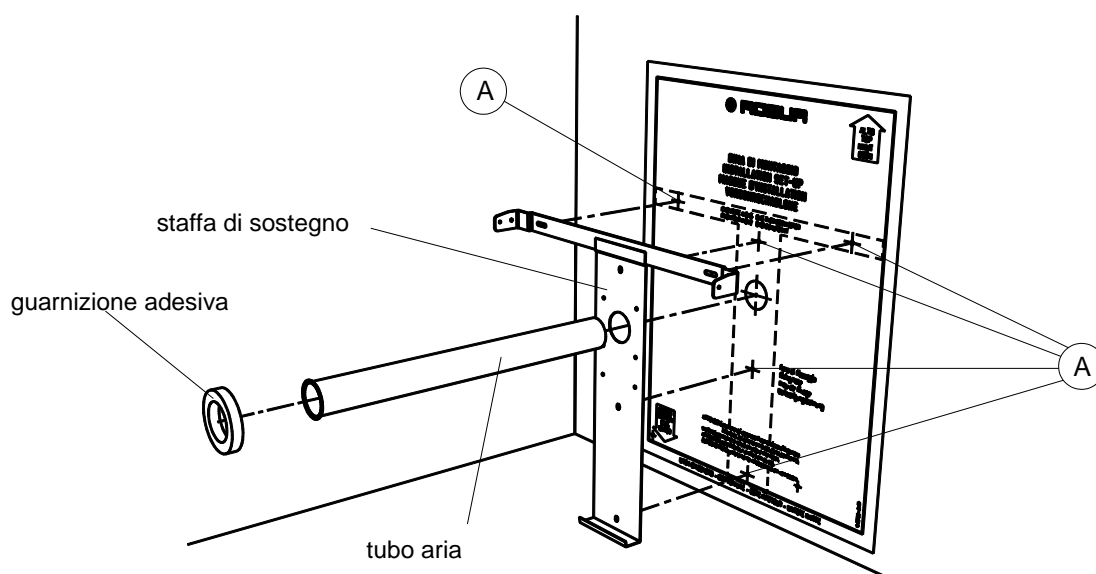

Figura 6 – Posizionamento squadra di sostegno e forature per i modelli 41, 42, 51 e 52
4. Eseguire il foro ($\varnothing 50$ mm) per l'alloggiamento del tubo maggiore e i fori A (vedi, Figura 6) per il fissaggio della staffa di sostegno (eseguire fori da 6 mm per l'inserimento del tassello a corredo).
7. Posizionare la staffa di sostegno ed il tubo aria Ø 49, facendo attenzione che il bordino del tubo vada a battuta sulla staffa medesima (vedi Figura 6).
8. Fissare la staffa con le viti e posizionare la guarnizione adesiva tonda intorno al foro della staffa (vedi Figura 6).